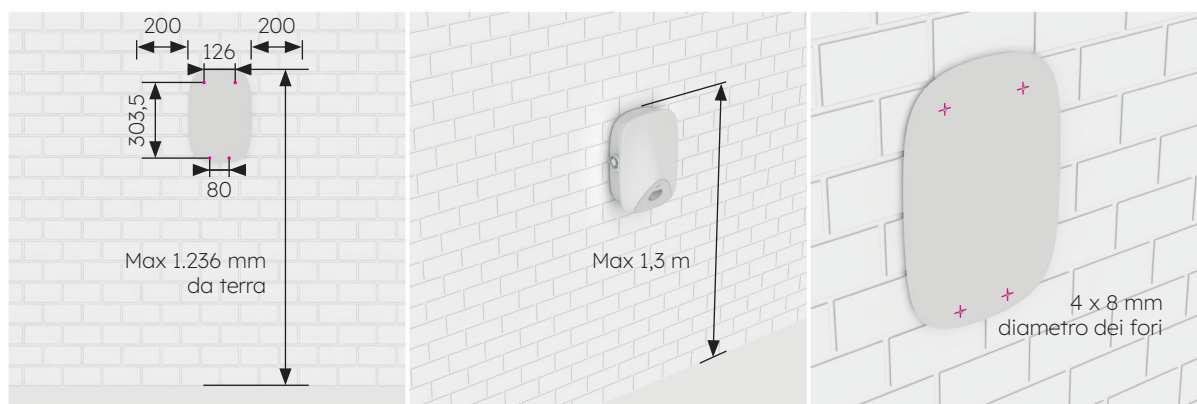

**Figura 11 Inserimento della scheda SIM**
- 9 Dopo aver collegato i cavi, inserisci la scheda SIM, come illustrato nella Figura 11.